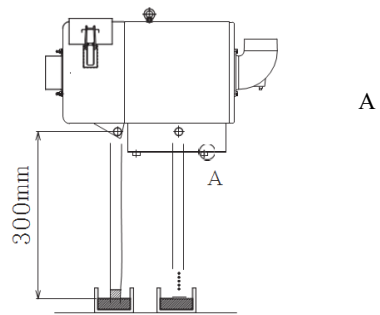

Fig.2
- El sello líquido debe estar al menos a 300mm (o más) por debajo del tubo de drenaje, para permitir que este drene adecuadamente. Hay disponible una mesa opcional de 600mm de altura (vea Fig.2) (para detalles sobre el drenaje, vea la